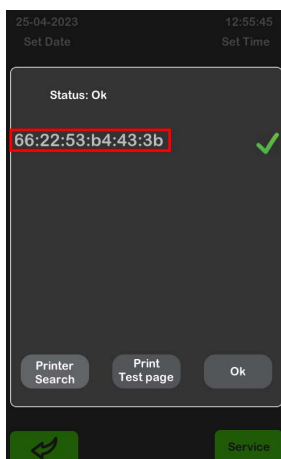

Рисунок 28. Меню подключения Bluetooth принтера
2. Зайдите в меню **«SETTINGS»**, затем нажмите кнопку **«Printer Setting»**. В открывшемся окне (рис. 28) нажмите кнопку **«Printer search»**.